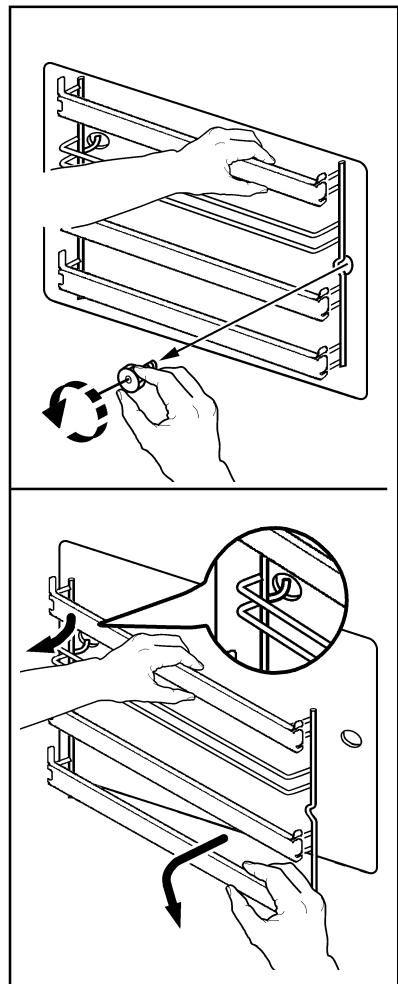

Рис. 30
- 1) снимите передний винт, другой рукой удерживая держатель полки на своем месте (Рис. 30);
- 2) вы свободите задний крюк и снимите держатель полки (Рис. 30);